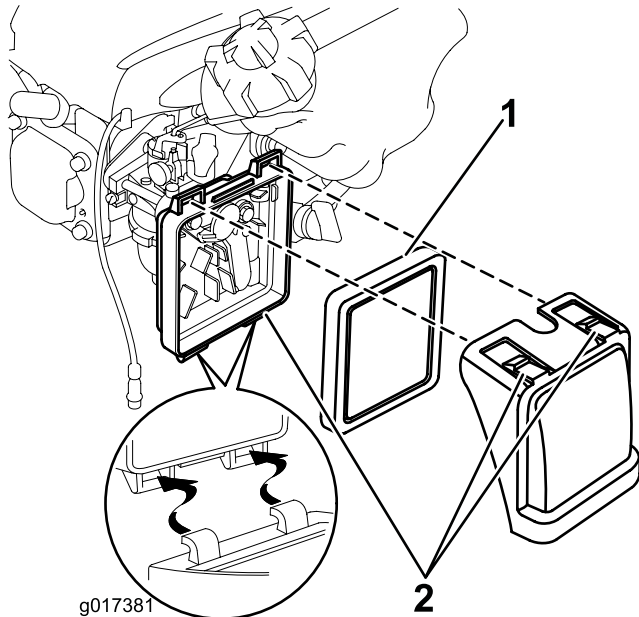

Bild 16
1. Drücken Sie die Verriegelungslaschen oben an der Luftfilterabdeckung nach unten (Bild 16).
2. Öffnen Sie die Abdeckung (Bild 16).
3. Entfernen Sie den Filter (Bild 16).
6. Setzen Sie den Filter in den Luftfilter ein (Bild 16).
7. Setzen Sie die Abdeckung auf (Bild 16).